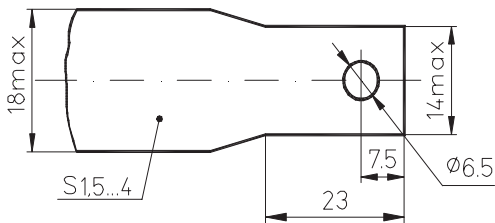

Рис. 3 - Форма и размеры присоединяемой шины
*⁴ - с помощью проволоки медной прямоугольного сечения по ГОСТ 434 с размером по ширине до 14 мм с расчетным сечением более 35 мм² или с помощью медных шин соответствующего сечения с заправленными концами согласно рис. 3.